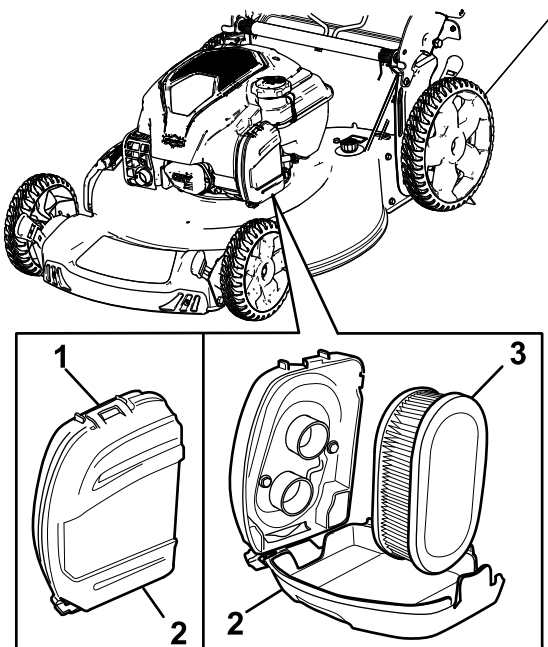

Figure 27
1. Déclipez le haut du couvercle du filtre à air (Figure 27).
2. Déposez le filtre à air (Figure 27).